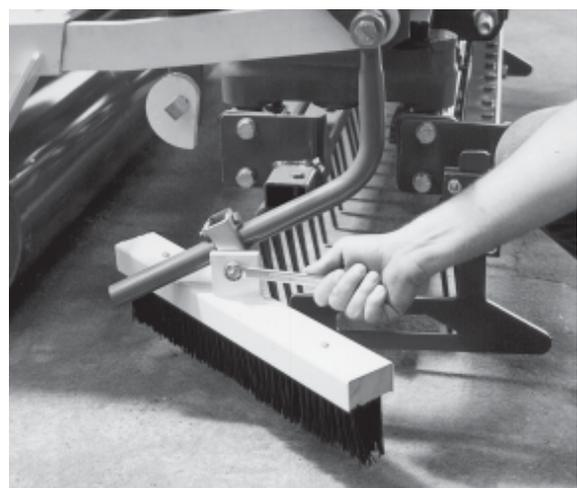

Abb. 34
- Mit der Befestigungsschraube (Abb. 34) läßt sich die Neigung der Bürste einstellen.